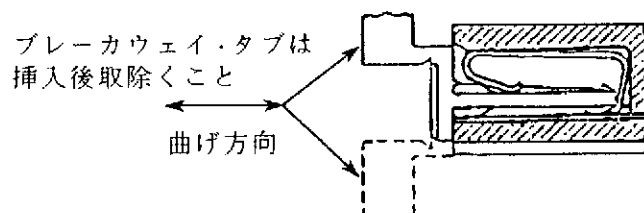

Fig. 10
- B. 極性用プラグを Fig. 10 に示すようにフロント・プレートの後部がハウジングの突当て面にあたるまで、コネクタのキャビティに挿入する。
- C. Fig. 10 に示すようにブレーカウェイ・タブを前後に折曲げて、折り取除くこと。極性用プラグはコンタクトの通常挿入箇所に残しておく。